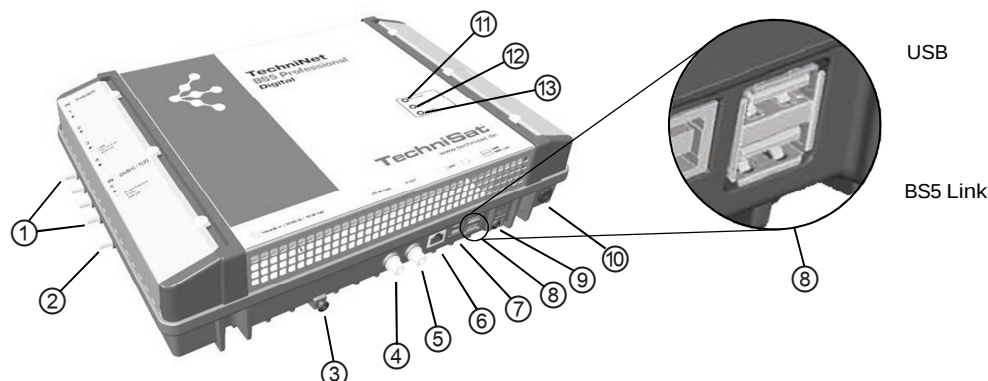

Abb. 1: Geräteelemente
- Gehäuse nicht öffnen und Gerät nicht verändern. Andernfalls erlöschen die Garantie und die Gewährleistung. Ausnahme: Abdeckung der CI-Schächte (Ⓔ in Abb. 1, S. 3)
- Schließen Sie eine Potenzialausgleichs-Leitung (Cu, $\geq 4 \text{ mm}^2$) an der Erdungsschraube an; siehe ⑨ in Abb. 1, S. 3.
- Die Stecker müssen am Master und Slave in die jeweils passende BS5 Link-Schnittstelle gesteckt werden (⑧ in Abb. 1).
- Schließen Sie die HF-Signalleitungen für Antenne, Kabelnetz und Ausgang an die Kopfstellen an; siehe ①, ② und ⑤ in Abb. 1, S. 3.